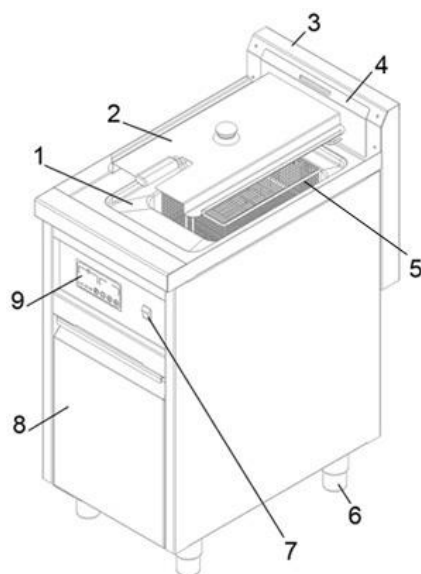
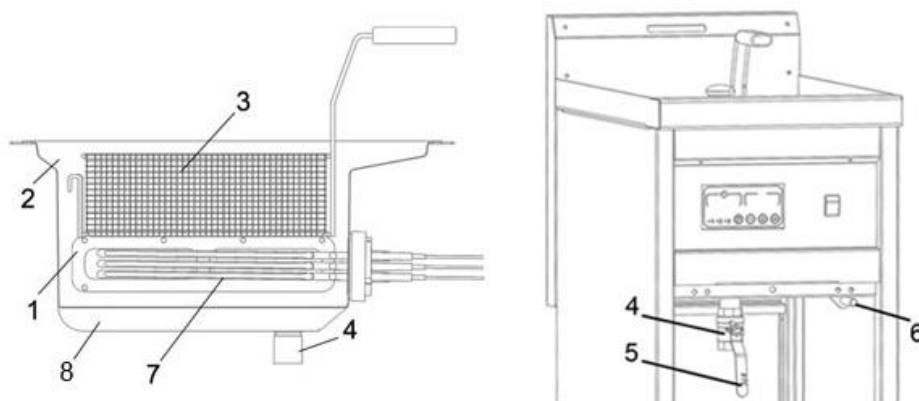

Рис.1. Общее устройство аппарата
Рис.2. Общее устройство ванны электрической фритюрницы
В зависимости от модели фритюрница имеет 1 или 2 обжарочных ванны 1 (рис.1) с «холодной зоной» 8 (рис.2), ванны закрываются крышками 2 (рис.1). В ванну опускается съемная подставка 1 (рис.2) и корзина для продуктов 3 (рис.2). Подставка нужна для того, чтобы корзина и находящиеся в ней продукты не касались ТЭНов 7 (рис.2).
Для удобства эксплуатации и чистки фритюрницы ТЭНы – поворотные. В вертикальное положение ТЭНы устанавливаются с помощью рычагов 6 (рис.2),
расположенных в кабинете устройства. Каждому ТЭНу соответствует свой рычаг. Помимо этого в кабинете находятся сливы для масла 4 (рис.2) с вентилем 5 (рис.2). Чтобы открыть слив, необходимо повернуть вентиль против часовой стрелки. Масло будет сливаться в специальную емкость (идет в комплекте поставки). Кабинет закрывается распашной дверью 8 (рис.1).
Задний борт 3 (рис.1) защищает от разбрызгивания масла при готовке, помимо этого на него крепится фиксатор корзин 4 (рис.1), используемый для слива лишнего масла из корзины с готовым продуктом.
Высота и горизонтальность фритюрницы регулируется ножками 6 (рис.1).
- Переключатель «1/0» (ВКЛ/ВЫКЛ) 7 (рис.1). На некоторых моделях переключатель может быть без обозначений. Переключатель в положении вверх – устройство включено, в положении вниз – выключено.
- Электронные панели управления ваннами 9 (рис.1).